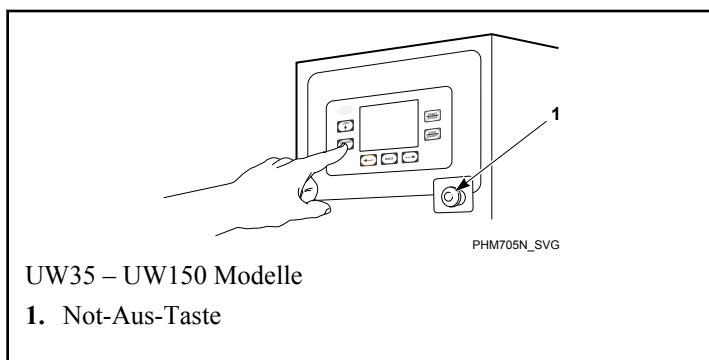

Abbildung 31
2. Die Türfreigabetaste unten links an der Vorderseite des Bedienfelds drücken. Siehe *Abbildung 31*.